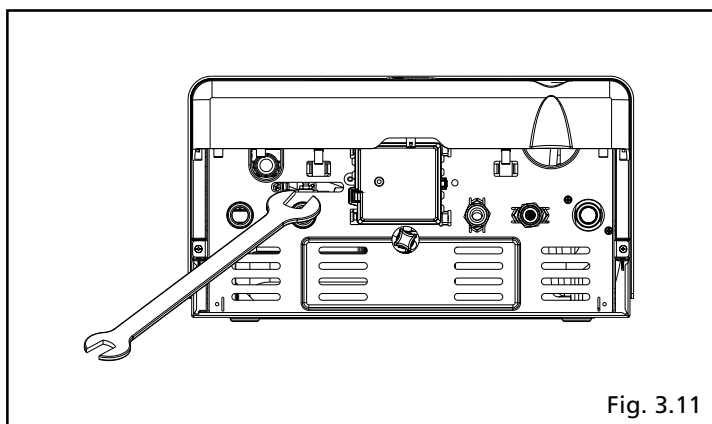

Fig. 3.11
- allentare la valvola di scarico caldaia (D) attraverso l'apertura posta sul fondo della caldaia (fig. 3.11)